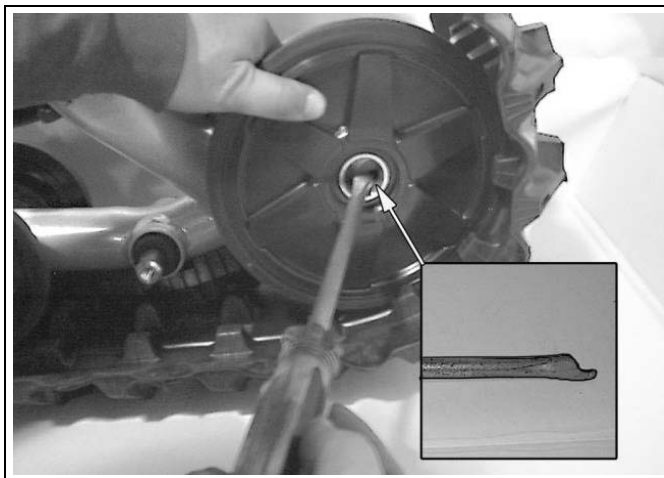

Abbildung 18
- Wenn Sie an hinteren Raupenkettensystemen arbeiten, montieren Sie wieder die 133-mm Laufräder (siehe Abbildung 18).